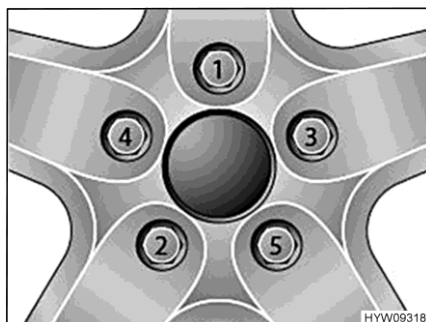

Fig. 122 Serrer en croix les écrous ou les boulons de roue
- Serrer les écrous ou les boulons de roue dans l'ordre indiqué à la Fig. 122. Utiliser pour ce faire une clé dynamométrique et respecter le couple de serrage prescrit.
- Vérifier régulièrement le serrage des écrous ou des boulons de roues. Resserrer tous les écrous ou les boulons de roue 50 km après le changement d'une roue. Respecter l'ordre indiqué à la Fig. 122.
- Si des jantes neuves ou repeintes sont utilisées, alors resserrer les écrous ou les boulons de roue une fois de plus après env. 1000 à 5000 km. Respecter l'ordre indiqué à la Fig. 122.
- ▷ Serrer en croix les écrous ou les boulons de roue (Fig. 122).